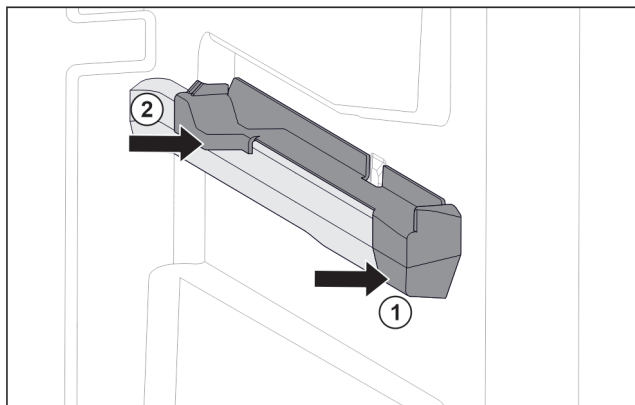

Fig. 79 Natični dio na desnom žlijebu spremnika
- ▶ Postavite natični dio srijeda na žlijeb spremnika. Fig. 79 (1)
- ▶ Pritisnite natični dio straga. Fig. 79 (2)